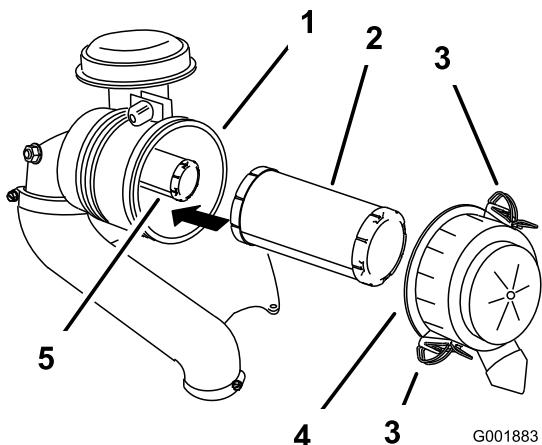

Figura 30
3. Abra los cierres del limpiador de aire y tire de la tapa de la entrada de aire para separarla del cuerpo del limpiador de aire (Figura 30).
5. Extraiga con cuidado el filtro primario del cuerpo del limpiador de aire (Figura 30).
2. Si va a cambiar el filtro de seguridad, deslícelo cuidadosamente en el cuerpo del filtro (Figura 30).
3. Deslice cuidadosamente el filtro primario por encima del filtro de seguridad (Figura 30).
4. Instale la tapa del limpiador de aire con el lado marcado **up** hacia arriba y fije los cierres (Figura 30).